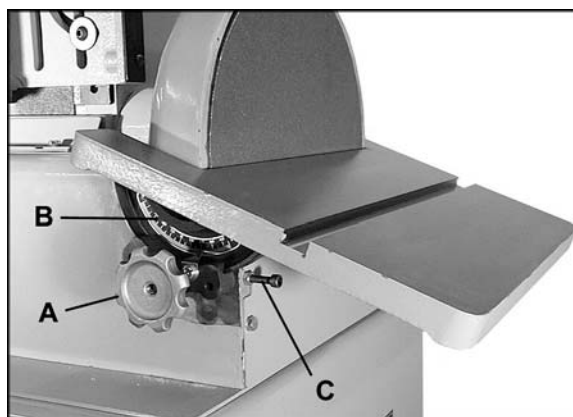

Figure 16
Reférez-vous aux figures 16 et 17
- Les filetages internes des roues de verrouillage de la table (A, Figure 16)